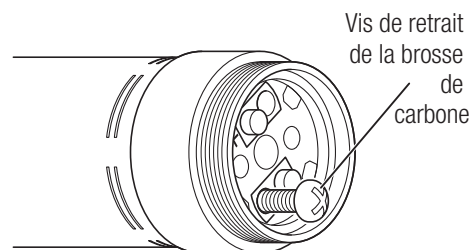

Fig. 13
- 3) Serrez la vis de l'extracteur du balai de charbon (fourni avec les balais de charbon de rechange) dans le trou de la vis deux ou trois fois. Puis enlevez le balai de charbon en tirant la vis de l'extracteur (Fig. 13).